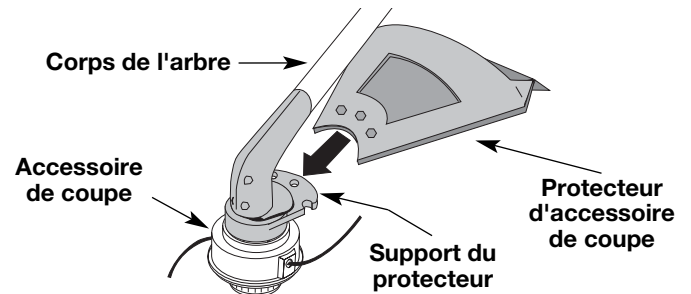

Fig. 3
1. Glissez le protecteur d'accessoire de coupe dans son support, situé sur l'accessoire. Alignez les trous à vis du protecteur avec ceux de l'accessoire de coupe (Fig. 3).